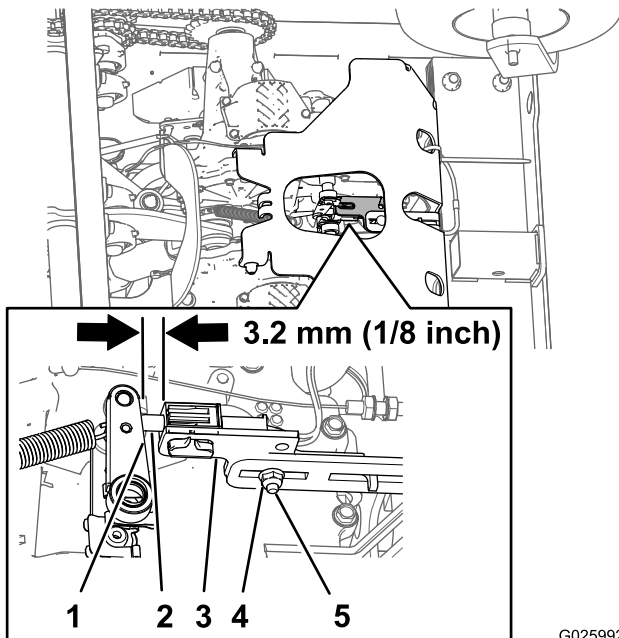

Figura 55
5. Compruebe la distancia entre el soporte del interruptor del freno de estacionamiento y el brazo del freno de la transmisión (Figura 55).
- A. Afloje la contratuerca y el perno de cuello cuadrado que sujetan el soporte del interruptor del freno de estacionamiento (Figura 55).
- B. Ajuste la posición del soporte del interruptor del freno hasta que la distancia (Figura 55) entre el soporte del interruptor y el brazo del freno sea de 3.2 mm ($\frac{1}{8}$ ").
- C. Apriete la contratuerca y el perno de cuello cuadrado (Figura 55) que sujetan el soporte